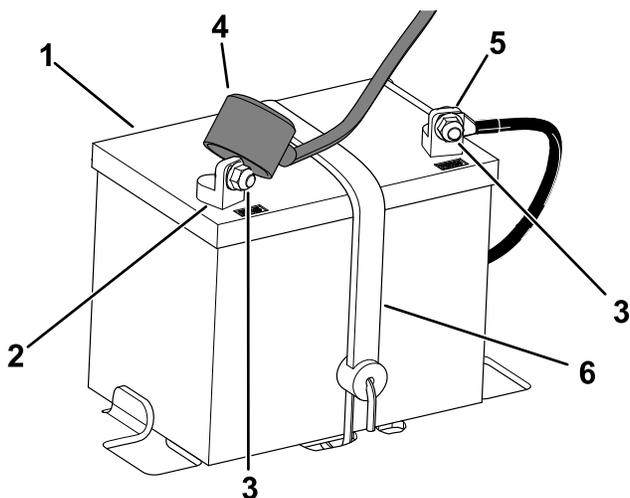

図 41
3. バッテリー端子から、マイナス黒アース側ケーブルを外す 図41。
5. バッテリー端子から、プラス赤ケーブルを外す 図 41。
6. バッテリー押さえ 図 41を外して、トレイからバッテリーを取り出す。
1. バッテリーをトレイに載せる 図 41。
5. バッテリー押さえを使ってバッテリーを固定する 図 41。